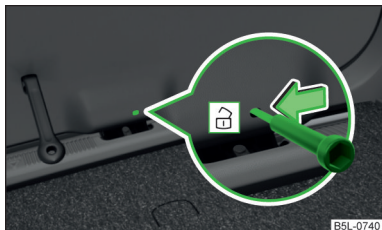

Fig. 187
- Introduceți în orificiul din capitonajul capotei » fig. 187 o șurubelniță sau o altă unealtă asemănătoare, până la capăt.